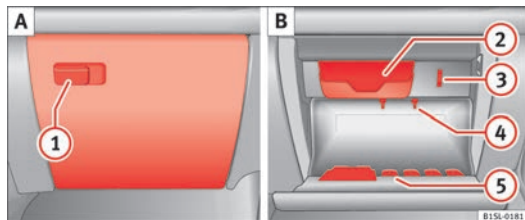

Abb. 75 Ablagefach mit Deckel auf der Beifahrerseite.
Zum *Öffnen* am Öffnungshebel ziehen ⇒ Abb. 75 ①.